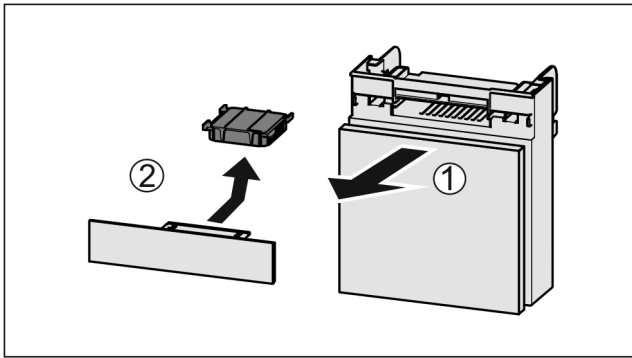

Fig. 50
- ▶ Издърпайте Fig. 50 (1) напред от отделениято.
- ▶ Извадете Fig. 50 (2) филтъра с активен въглен.